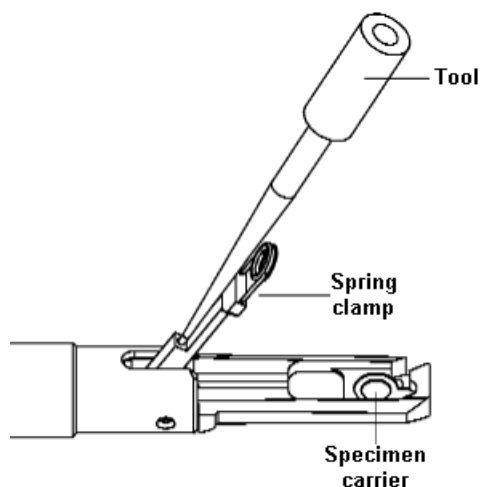

图 2
- 2) 如图 2 所示,将针尖状 Tool 轻轻插入 Spring Clamp 尾部小孔中(注意一定要插到底,否则抬起时可能断裂针尖),并轻轻抬起,露出 Specimen carrier;